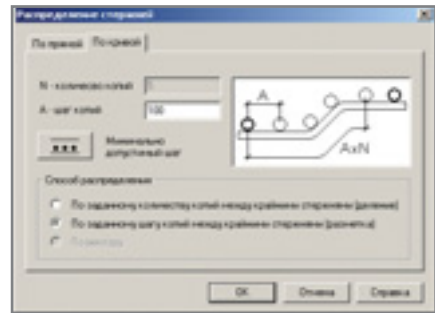

Рис. 11. Распределение стержней
- распределение поперечных сечений стержней (рис. 11, 11а);
Рис. 11а. Минимальный шаг стержней
Утилита *Распределение поперечных сечений стержней* обеспечивает различные способы тиражирования поперечных сечений. Минимальные расстояния между стержнями арматуры указаны в СНиП 2.03.01-84*. Необходимые нормативные данные доступны в диалоге (рис. 11а), который открывается нажатием кнопки *Минимально допустимый шаг* (рис. 11). Открыть диалог можно и из панели инструментов *Нормали*.